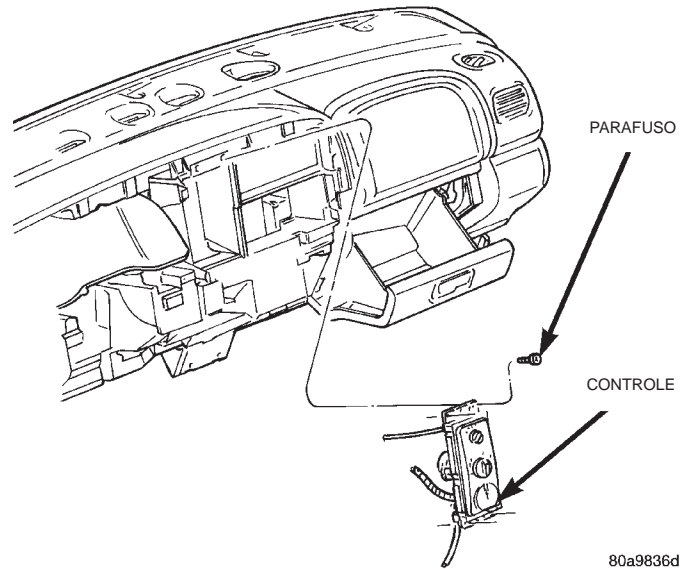
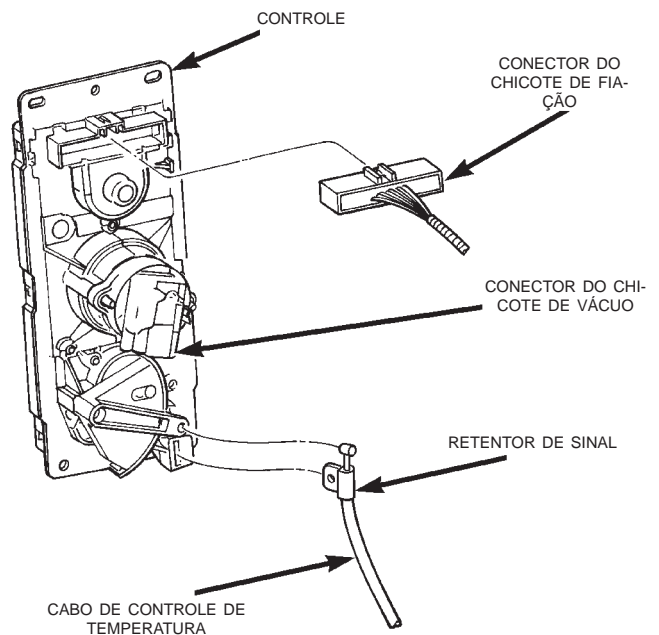

Fig. 40 Remoção/ Instalação do Controle do Aquecedor-A/C
Fig. 41 Conexões do Controle do Aquecedor-A/C
- (1) Desconecte e isole o cabo negativo da bateria.
- (2) Remova o conjunto de instrumentos do painel de instrumentos. Consulte “CONJUNTO DE INSTRUMENTOS”, na seção “Remoção e Instalação” do Grupo 8E “SISTEMAS DO PAINEL DE INSTRUMENTOS”, para obter os procedimentos.
- (3) Remova os quatro parafusos que prendem o controle do aquecedor-A/C ao painel de instrumentos (Fig. 40).
- (4) Puxe o conjunto do controle do aquecedor-A/C do painel de instrumentos, o suficiente para acessar as conexões em sua parte de trás.
- (5) Desconecte o conector do chicote de fiação na parte de trás do controle do aquecedor-A/C (Fig. 41).
- (6) Desconecte o retentor do chicote de fiação da lateral do conjunto do controle do aquecedor-A/C.
- (7) Remova as duas porcas inscritas que prendem o conector do chicote do vácuo e desligue o conector da parte de trás do controle do aquecedor-A/C.
- (8) Libere a lingüeta do retentor de sinal da carcaça do cabo de controle da temperatura, no receptáculo na parte de trás do controle do aquecedor-A/C. Desencaixe, do receptáculo, o retentor de sinal.
- (9) Gire o conjunto do controle do aquecedor-A/C para alinhar o núcleo do cabo com o entalhe da extre-